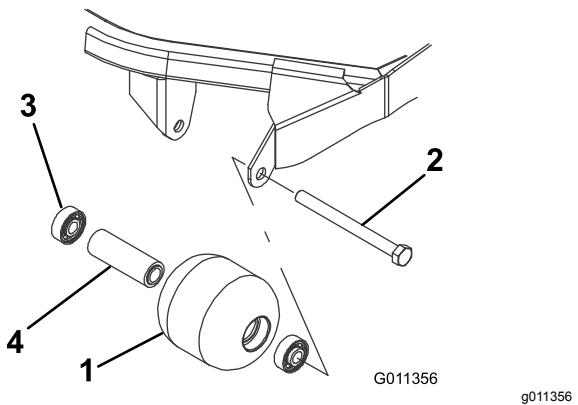

Bild 99
1. Entfernen Sie die Rollenbefestigungsschraube (Bild 99).
4. Prüfen Sie das Rollengehäuse, die Lager und das Distanzstück auf Beschädigungen (Bild 99). Tauschen Sie beschädigte Teile aus und bauen Sie alles wieder zusammen.
1. Drücken Sie das erste Lager in das Rollengehäuse (Bild 99). Drücken Sie dabei nur auf den äußeren Ring oder gleichmäßig auf die inneren und äußeren Ringe.
2. Setzen Sie ein Distanzstück ein (Bild 99).
3. Drücken Sie das zweite Lager in das Rollengehäuse (Bild 99). Pressen Sie dabei gleichmäßig auf den inneren und den äußeren Ring, bis der innere Ring das Distanzstück berührt.